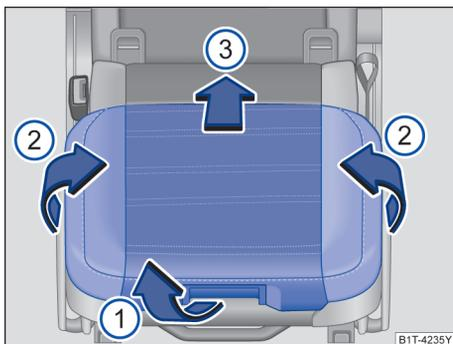

图 44 集成式儿童座椅：打开坐垫及其侧翼
- 使用把手解锁并将坐垫沿 → 图 44① 箭头所示方向打开。
- 沿方向③推坐垫直到坐垫被固定。
- 沿方向②将坐垫侧翼折起。